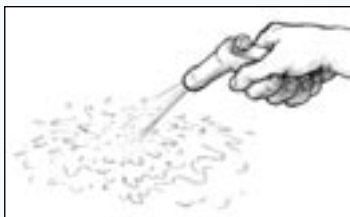

Рис. 33. После шлифовки ополосните поверхность пресной водой.
4. Когда вы удовлетворены текстурой и ровностью поверхности, промойте поверхность пресной водой, которая должна подаваться равномерным потоком. Если вода образует капли на поверхности (загрязненность), протрите соответствующий участок бумажными полотенцами, а затем снова отшлифуйте (влажная пескоструйная обработка), так, чтобы удалить капли воды (Рисунок 33).